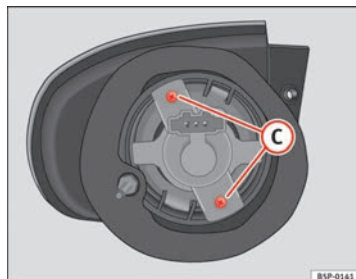

Fig. 191 Feux clignotants
- Dévissez les vis → fig. 191 (C) des douilles d'ampoule et tirez dessus.
- Dévissez les vis ⇒ fig. 191 C des douilles d'ampoule et tirez dessus.